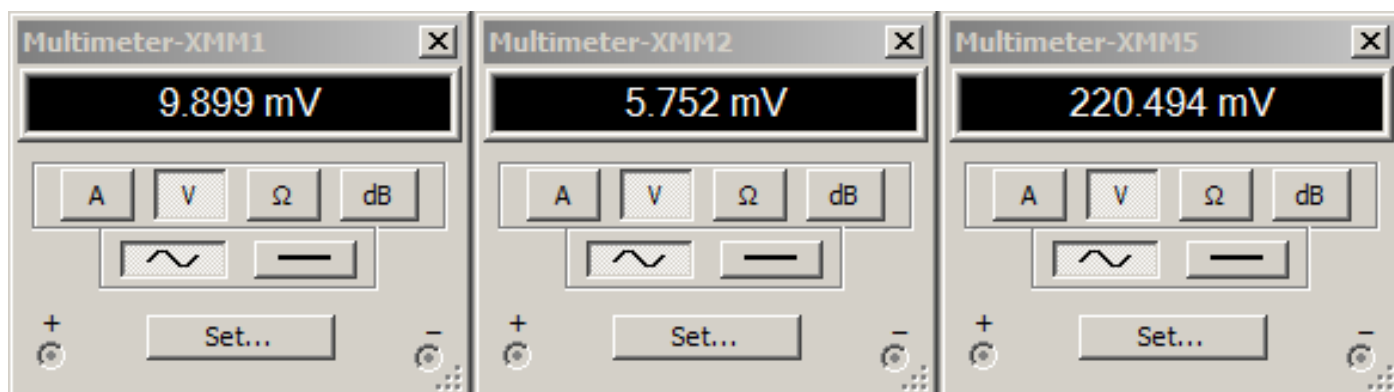

Рисунок 2.
3.1 Включите мультиметры ХММ1, ХММ2 и ХММ5 в режим измерения переменного напряжения и установите их на экране дисплея для удобного снятия показаний (рис.2)